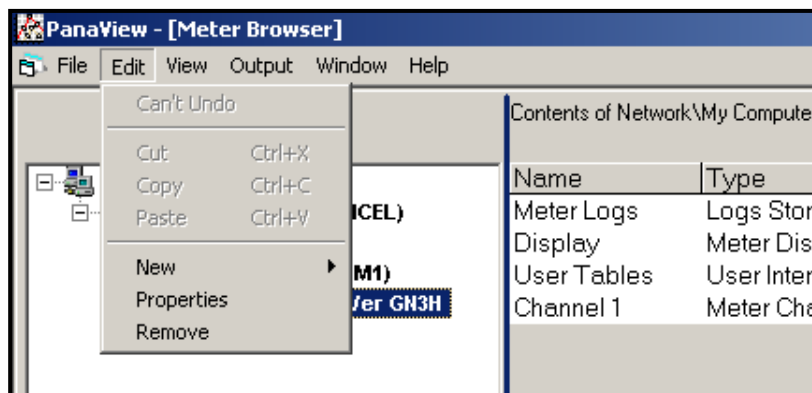

Figura 26: Opção *Properties* (Propriedades) no menu *Edit* (Editar)
2. Abra o menu *Edit* (Editar) e selecione a opção *Properties* (Propriedades), conforme mostrado na *Figura 26* abaixo.